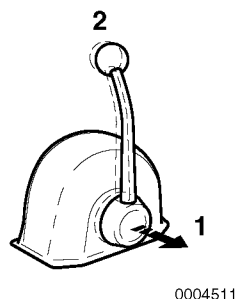

Figura 11
Cuando se tira de la palanca (**Figura 11, (1)**), la velocidad del motor puede ser contralada sin emplear el embrague. El embrague permanece en PUNTO MUERTO, posición sin carga. Gire el control (**Figura 11, (2)**) en dirección contraria a las manillas del reloj para mover la palanca o en la dirección de las manillas del reloj para bloquear la palanca.